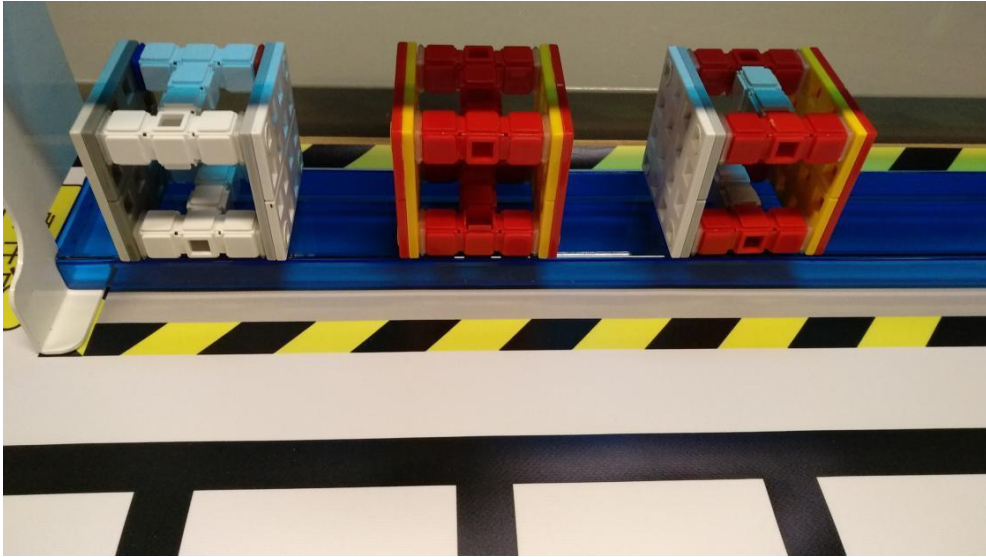

图 6 底座零件放置方式
4.4.1 零件分为顶盖零件和底座零件，分别放置在对应区域的零件架上，如图 6 和图 7 所示。